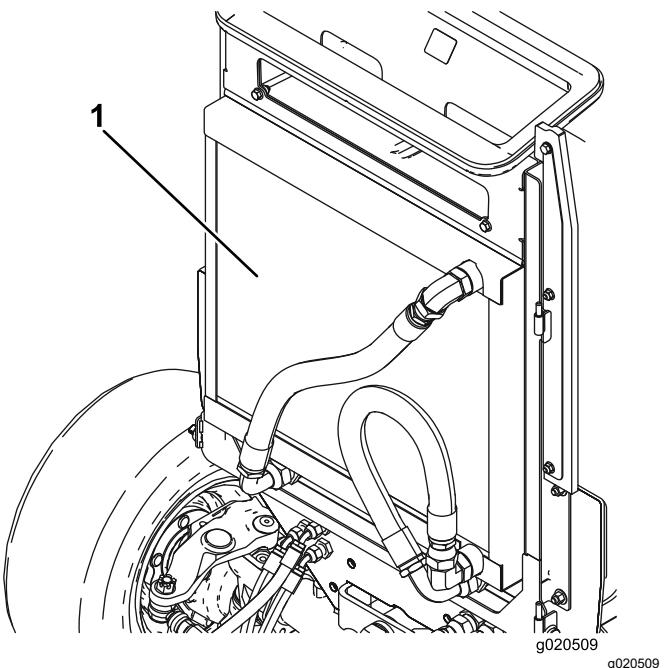

Figura 86
5. Pulite accuratamente entrambi i lati del refrigeratore dell'olio e il radiatore con aria compressa (Figura 86).